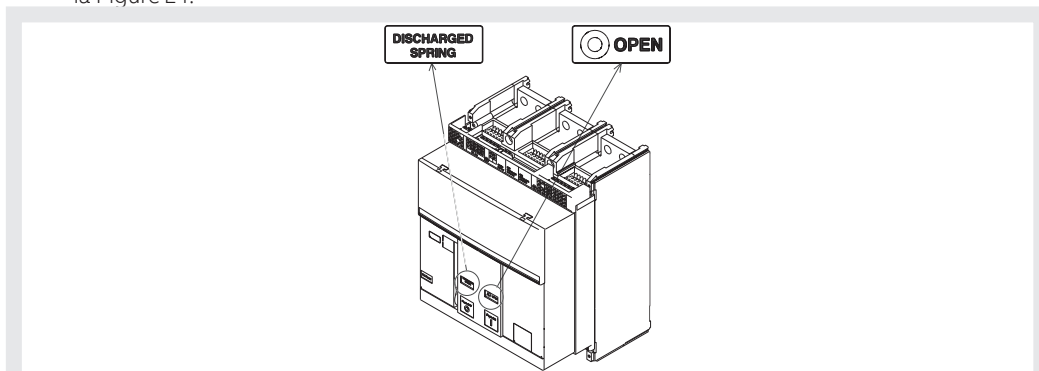

Figure 24
7. Contrôler que le disjoncteur soit ouvert (indicateur ouvert/fermé "O - OPEN"), et contrôler que les ressorts sont débandés (indicateur ressorts "blanc - DISCHARGED SPRING") comme indiqué dans la Figure 24.